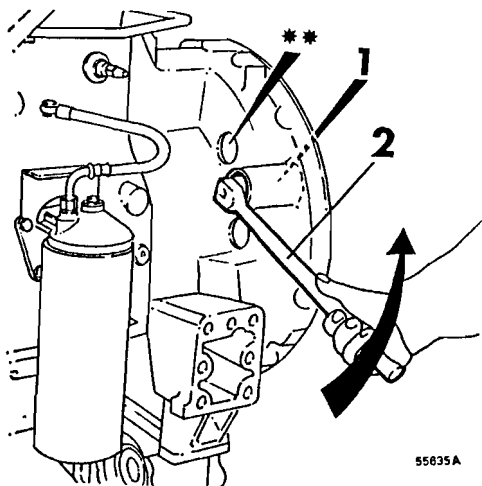

Fig. 74
- 3 Hacer girar el cigüeñal en el sentido de rotación utilizando la herramienta 3590 aplicada a la corona del motor de arranque hasta que el pistón del 1:er cilindro esté en el punto muerto superior (p.m.s.) después del tiempo de compresión (0 grados en el volante). Véase la fig. 74.